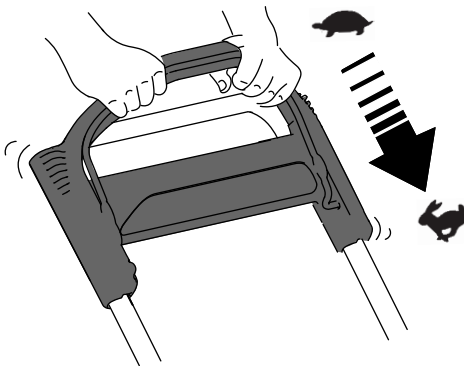

Figuur 14
1. Houd de bedieningsstang van het maaimes tegen de handgreep (A in Figuur 14).
2. Trek aan de handgreep van het startkoord (B van Figuur 14)